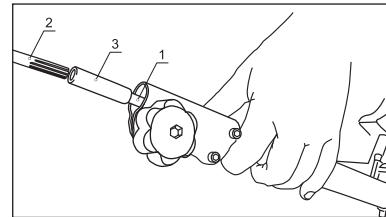

рис. 6
- Для моделей ТС 1800Р, ТС 2500Р, ТС 3000Р, имеющих разборную штангу, соедините вал верхней части штанги 1 (рис. 6) и нижней части штанги 2 (рис. 6) с помощью муфты 3 (рис. 6) из комплекта.